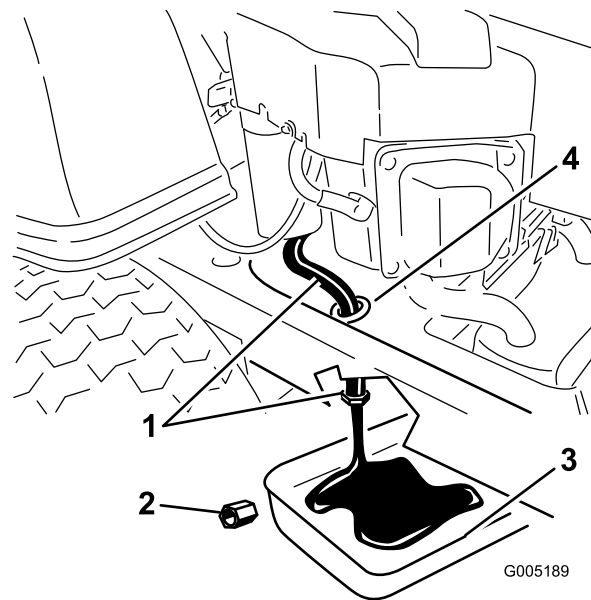

Figura 30
- Coloque un recipiente debajo del tubo de vaciado de aceite según se muestra en Figura 30
- Utilizando dos llaves (una para mantener el tubo de vaciado del aceite y otra para aflojar el tapón) retire el tapón de vaciado de aceite (Figura 30).
- Cuando se haya drenado completamente el aceite, coloque el tapón de vaciado. Apriete el tapón a un par de 14 Nm (125 pulgadas-libra). Limpie cualquier exceso de aceite Figura 30.